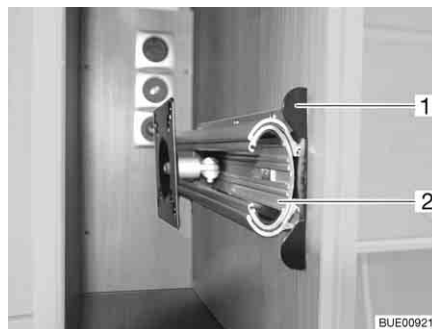

Bild 73 Fäste i TV-skåp
- Tryck in låslistan (Bild 73,1).
- Drag ut utdragsanordningen (Bild 73,2) till stoppläget.
- Skjut in utdragsanordningen (Bild 73,2), tills låslistan (Bild 73,1) hakar i.